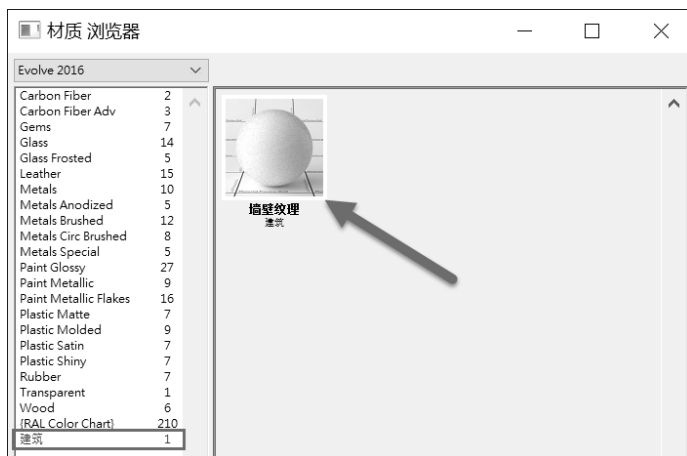

图 8-30 新材质出现在材质浏览器中
3) 等待短暂的时间,新的材质将被保存至材质库,如图8-30所示。随后用户可以打开材质浏览器进行查看。